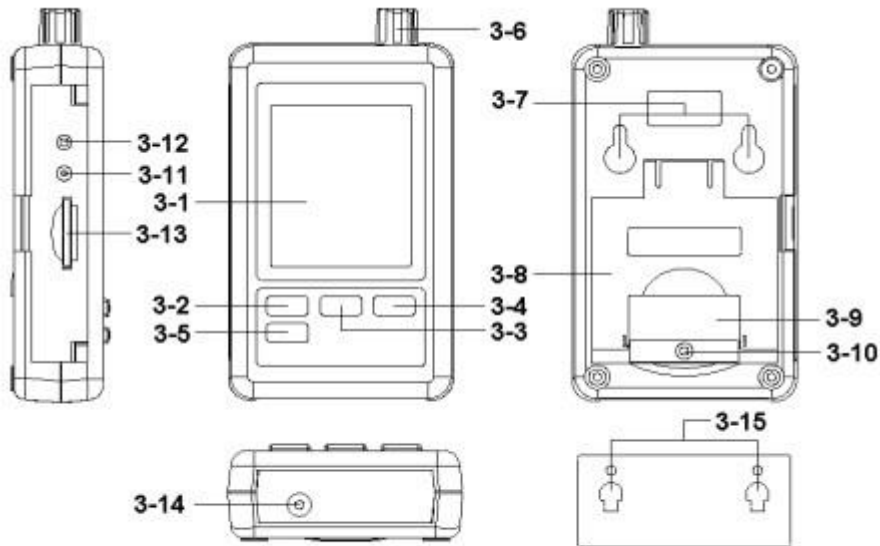

Fig. 1
- Pil kapağı vidasını gevşetin. " (3-10, Fig.1) ve Sayaç "Pil Kapağını" götürmek.
- Pil kapağı pili değiştirdikten sonra güvenli olduğundan emin olun.(3-6, Fig.1).
"SD hafıza kart" hazırlama (1 GB - 16 GB, isteğe bağlı), SD kartın içine " SD kart soket" ekle. (3-13, Fig.1) Doğru yönde olduğuna emin olun.
2 saniyeden fazla sürekli **Logger** düğmesine basınız, Ekran kadar göstergesini göster " VERİ KAYDEDİCİSİ" 'serbest " kaydedici düğmesi " (3-2 Fig. 1 )
1)Veri kaydedicisi fonksiyonu yürüttükten sonra, SD kart soketinden dışarı çıkarın (3-13, Fig.1) 2)SD kartı bilgisayarın kart bölümüne tak ( Eğer bilgisayarınıza kurmak